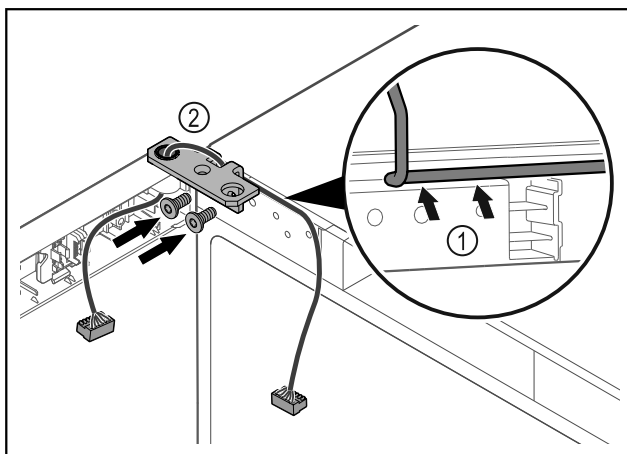

Fig. 63
- Ved'te kabel skrz vybrání úhelníku závěsu a opatrně jej položte Fig. 63 (1).
- Našroubujte úhelník závěsu Fig. 63 (2).